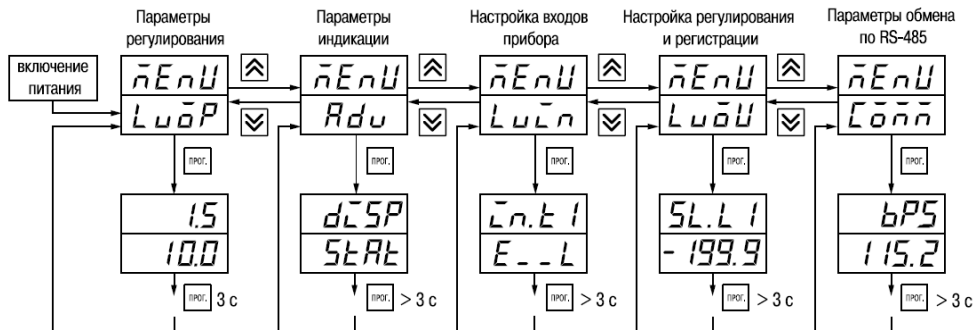

Рисунок 7.1
7.1.2 Основные параметры прибора TPM202 объединены в 5 групп *LuōP*, *Adu*, *LuĀn*, *LuōU* и *Āōññ*, составляющие меню прибора (рисунок 7.1).